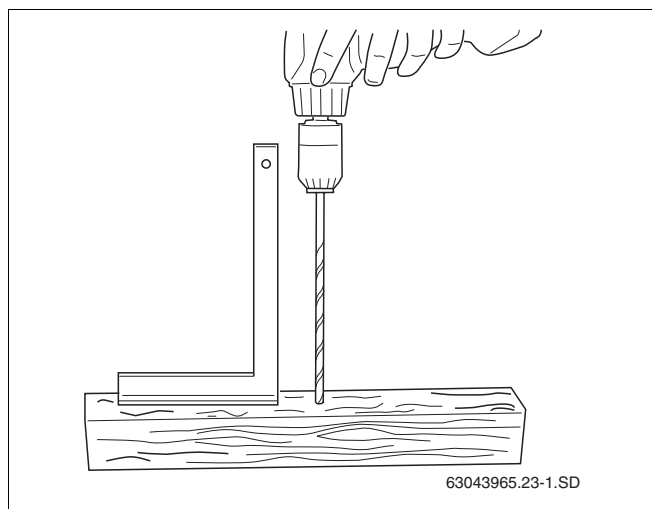

Fig. 22 Confectionarea șablonului pentru găurire
- Se ia o riglă de lemn lungă de cca. 0,50 – 1,00 m. Se execută o gaură de trecere (Ø 6 mm) perpendicular pe riglă (Fig. 22).